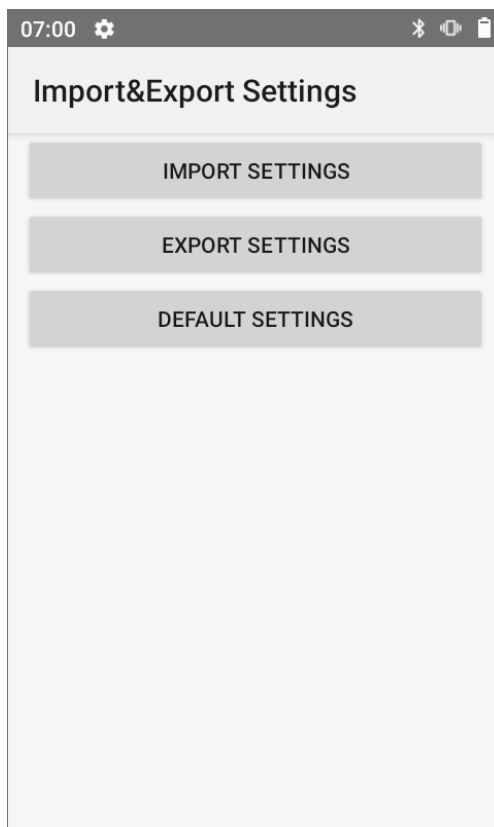

Рисунок 32. Импорт и экспорт настроек ТСД (раздел **Import&Export Settings**)
**3** Нажать на кнопку **DEFAULT SETTINGS** (см. рисунок 32) – всем настройкам будет присвоено значение по умолчанию.